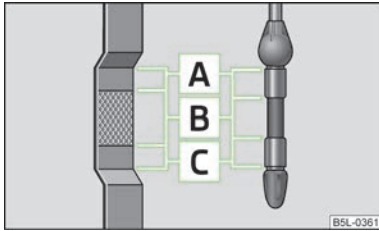

Fig. 99
La varilla indicadora del nivel de aceite indica el nivel de aceite de motor » fig. 99.
- El nivel de aceite no debe sobrepasar nunca la zona **A** » fig. 99. ¡Riesgo de daños en el sistema de gases de escape!